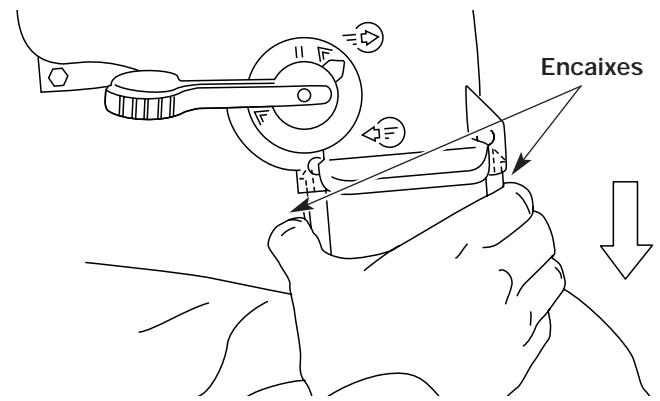

Fig. 5
1. Aperte os encaixes de cada lado do adaptador do saco de aspiração e retire o saco do aspirador do aparelho (Fig. 5).